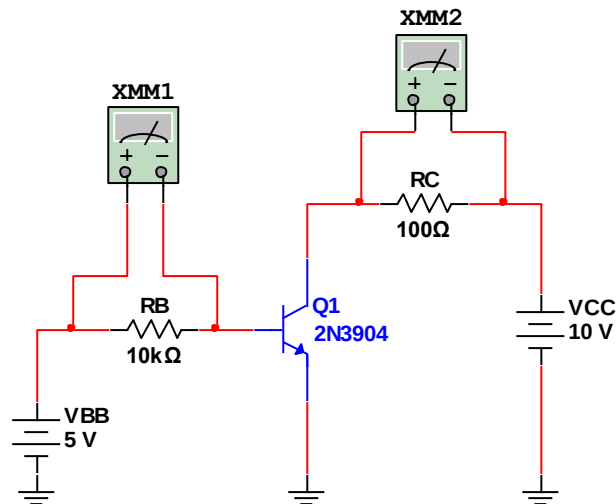

Figura 4.7. Mediciones para determinar I_B e I_C .
2. Mida indirectamente las corrientes de base (I_B) y de colector (I_C), midiendo el voltaje en los extremos de las resistencias R_B y R_C como se indica en la figura 4.7 y aplicando entonces la Ley de Ohm.